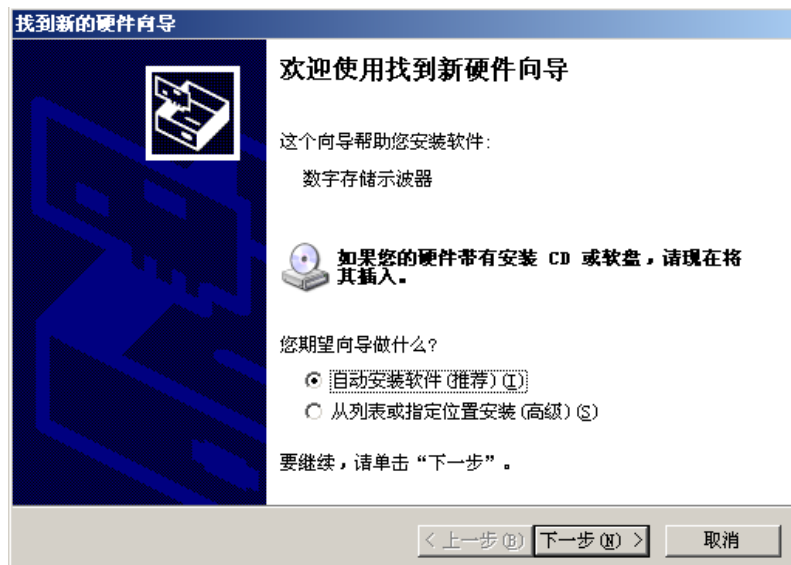
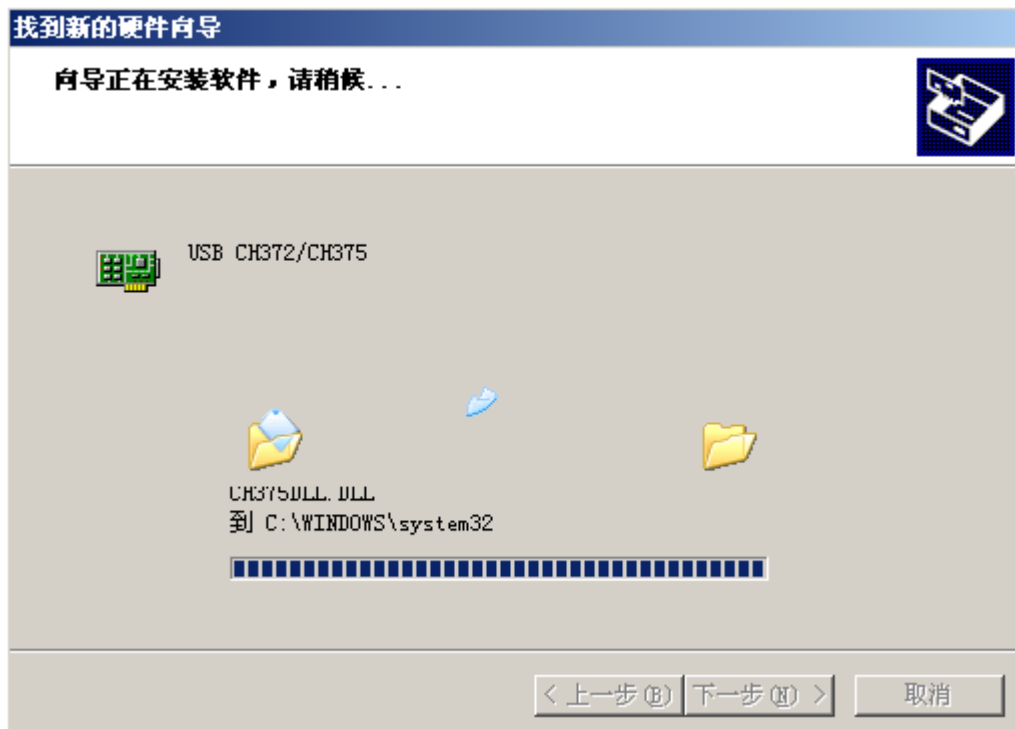

图1-17
图1-18
稍后，在桌面上自动弹出“硬件更新向导”对话框，如图1-17所示：
- 1、在图1-17找到新的硬件向导对话框中, 如图所示选择“自动安装软件(推荐)(I)”选项, 并单击“下一步(N)” , 进入如图1-18所示, 自动查找和安装驱动程序。
- 2、如图1-18所示, 数字存储示波器的硬件安装向导, 开始自动查找并安装数字存储示波器通讯控制软件的USB驱动程序, 安装完毕后自动弹出如图1-19对话框。